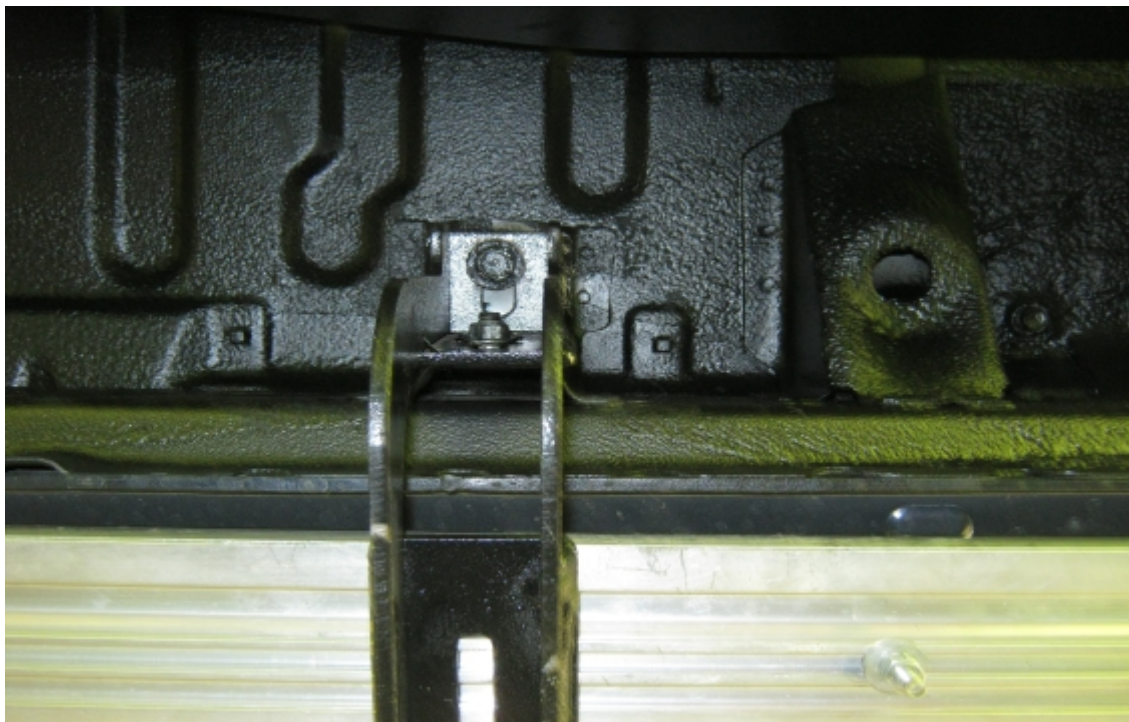

Рис. 1
1. Закрепить нижнюю часть кронштейнов на штатные шпильки, используя гайки М8 и шайбы 8 (Рис. 1).
2. Закрепить верхнюю часть кронштейнов в штатные крепежные отверстия, используя болты М8х25 и шайбы 8 (Рис. 1). **Использовать Проставки при установке порог-площадок типов DF**